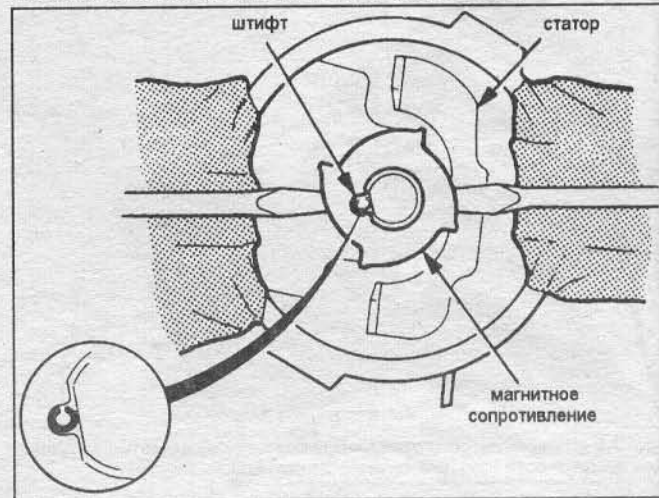

Рис. 12.3. Снятие магнитного сопротивления двумя отвертками.
4. Установка производится в обратном снятию порядке. Магнитное сопротивление устанавливайте буквами или цифрами номера изделия вверх и совместите шпоночный паз (см. рис. 12.3).